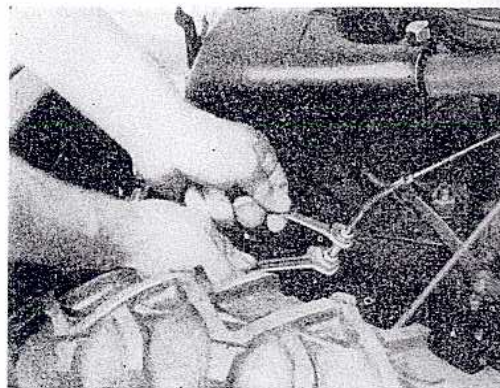

Fig. 20
2. Kontroller spillet for clutch-håndtaket (55). Dette må kunne bevege seg ca. 5 mm, ellers risikerer man at det ikke kan kobles inn som det skal. Hvis spillerommet er for lite eller for stort, skrur en av mutterne, og deretter reguleres justeringsskruen (37). Se fig. 20.